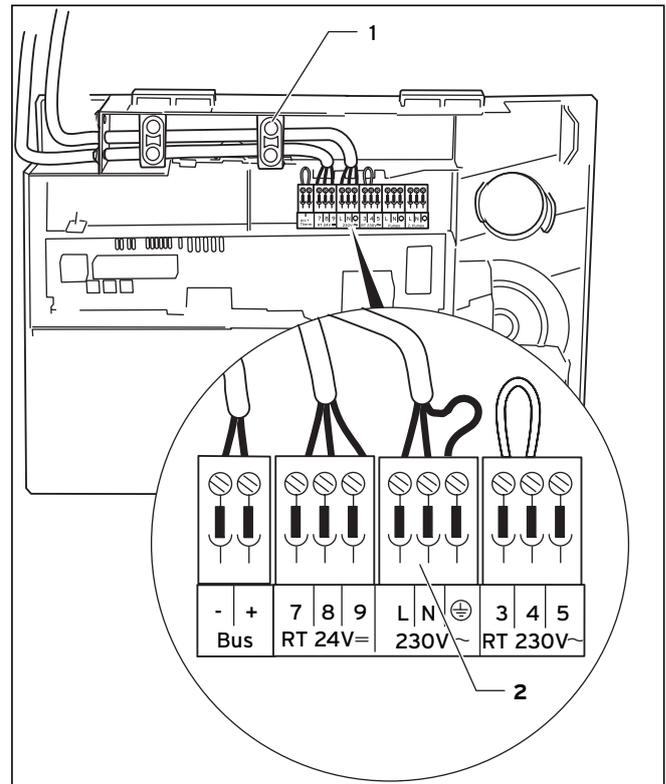

Abb. 5.5 Anschluss eines Raumreglers oder einer witterungsgeführten Regelung
- Verlegen Sie die Netzzuleitung zur Anschlussebene im Schaltkasten wie in Abbildung 5.5 gezeigt.
- Sichern Sie die Leitungen mit der Zugentlastung (1).
- Klemmen Sie die Netzzuleitung an den dafür vorgesehenen Klemmen ⊕, N und L des System ProE an (2).